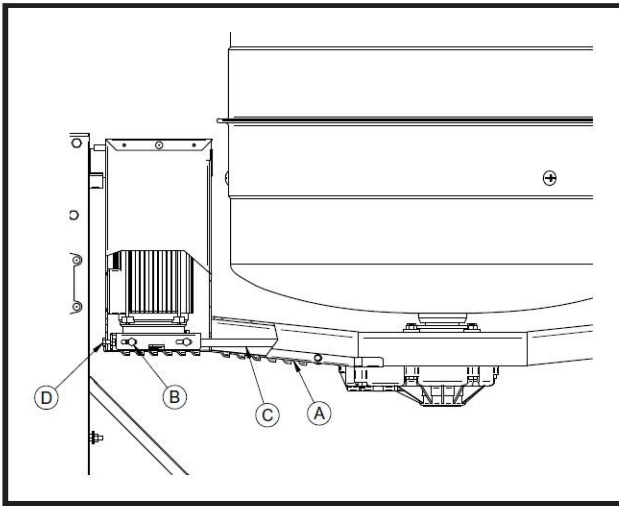
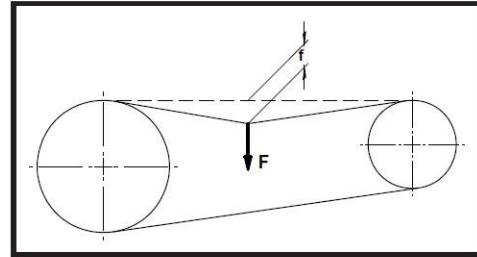

FIG. 4
FIG. 5
2. Indepartati protectia chingii (fig. 4, A) desurubati suruburile care blocheaza.
3. Desfaceti cele 4 suruburi (fig. 4, B) care blocheaza suportul motorului electric si trageti chinga (fig. 4, C) prin medirea suruburilor (fig. 4, D) daca tensionarea chingii este corecta, aplicand o forta de aproximativ $F = 1.5$ kg in centrul **del tratto libero** al chingii, **freccia** rezultata trebuie sa fie de $f = 5$ mm (fig. 5).
4. La terminarea tensionarii strangeti cele 4 suruburi (fig. 4, B).
5. Remontati protectia chingii (fig. 4, A) cu suruburile.
3. Desfaceti cele 4 suruburi (fig. 4, B) care blocheaza suportul motorului electric si desfaceti chinga (fig. 4, C) prin medirea suruburilor (fig. 4, D) fara a scoate scripetii motorului electric si ai reductorului.
5. Trageti chinga prin medierea suruburilor (fig. 4, D); daca tensionarea chingii este corecta, aplicand o forta de aproximativ $F = 1.5$ kg pe centru **del tratto libero** al chingii, **la freccia** trebuie sa rezulte aproximativ $f = 5$ mm (fig. 5).
7. Remontati protectia chingii (fig. 4, A) cu suruburile.